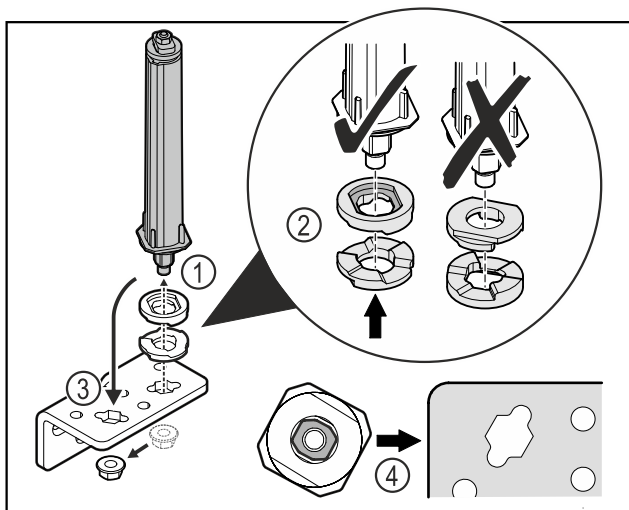

Fig. 31
- ▶ Развийте гайката и свалете затварящата система на вратата Fig. 31 (1).
- ▶ Обърнете внимание на правилното подравняване на шайбите за регулиране на височината Fig. 31 (2).
- ▶ Преместете затварящата система на вратата в ъгъла на пантата и я фиксирайте с гайката Fig. 31 (3).
- ▶ При поставяне се уверете, че затварящата система на вратата е правилно подравнена Fig. 31 (4).